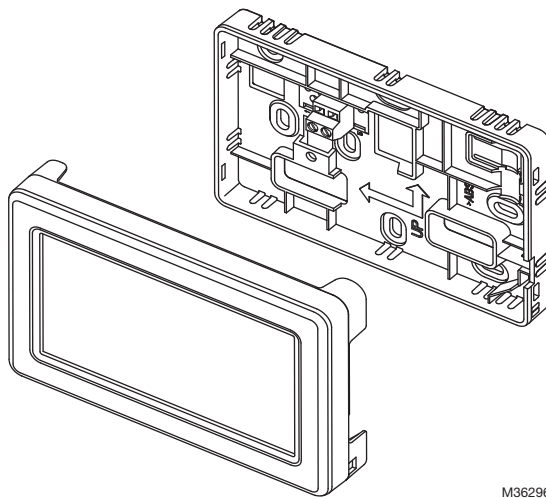

Fig. 4. Separe a tampa frontal da sub-base.
Ao montar o módulo de parede na parede, observe as setas que indicam a direção correta para cima, conforme indicado no interior da placa traseira. Veja as setas na placa traseira, conforme mostrado na Fig. 4, indicando a posição para cima (UP). O módulo de parede pode ser montado na horizontal ou na vertical. A orientação de exibição é determinada ao ligar, e também pode ser alterada a qualquer momento.
O módulo de parede é fornecido com a tampa frontal e a sub-base montadas juntas. Estas duas peças precisam ser separadas (veja a Fig. 4) para conectar corretamente o dispositivo.